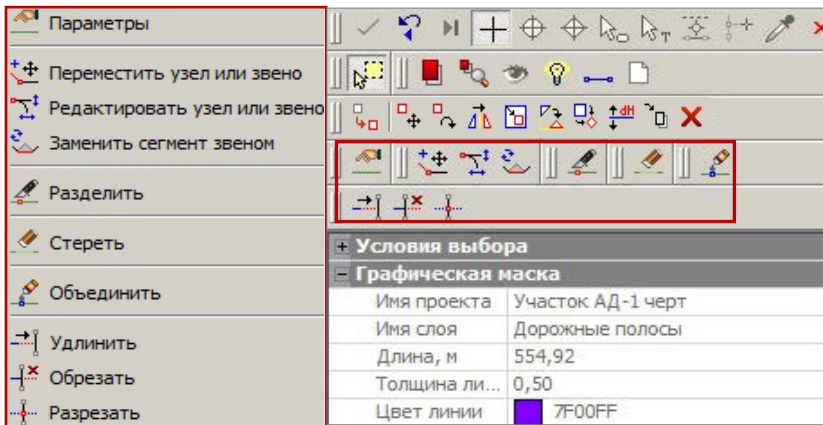

Рис. 4.6
- в режиме универсального редактирования в контекстном меню выводятся только команды индивидуального редактирования элементов (рис. 4.6).